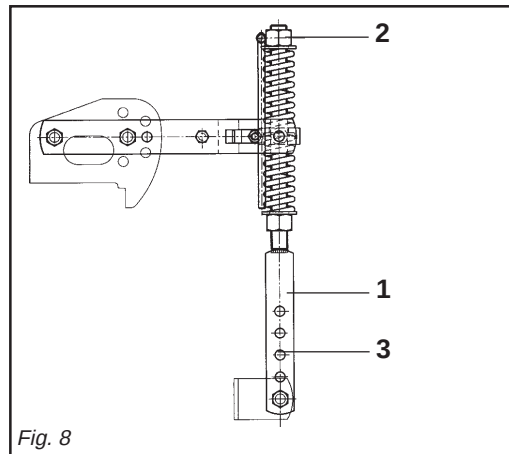

Fig. 8
- 6 - Il martinetto a molla (1 Fig. 8) oltre a sostenere la lamiera livellatrice ed ammortizzarla nel trasporto su strada, serve a evitare il ribaltamento della zappatrice durante il parcheggio. La regolazione del precario sulla molla si effettua avvitando e svitando il dado superiore (2 Fig. 8), agendo con l'apposita leva. A seconda della posizione, determi-
- 6 - *Besides supporting the levelling plate and acting as a shock absorber for it during road transport, the spring ram (1 Fig. 8) prevents the steerage hoe from overturning when parking. To adjust the spring pre-loading, screw or unscrew the upper nut (2 Fig. 8) using the spring adjuster. The effect of the levelling plate on the soil can be increased or decreased*
- 6 - Die Federwinde (1 Abb. 8) trägt nicht nur das Planierschild und dient beim Straßen-transport zur Dämpfung von Stößen, sondern sie soll auch verhindern, daß die Hackfräse während des Parkens umkippt. Um die Feder zu verstellen, verschrauben oder aufschrauben Sie die obere Mutter mit dem Spindel.
- 6 - *Le vérin à ressort (1 Fig. 8) sert de soutien à la tôle de nivellement et de suspension pendant le transport sur route, pour éviter le basculement du cultivateur lors du stationnement. Pour régler la pression du ressort, vissez ou dévissez l'écrou supérieur avec la manivelle. L'effet de la tôle de nivellement sur le terrain peut être augmenté ou diminué*
- 6 - El gato de resorte (1 Fig. 8), además de sostener la chapa de nivelación y protegerla durante el transporte en carretera, sirve para evitar el vuelco de la binadora durante el estacionamiento. Por regular la presión sobre el resorte, atornillar o destornillar la tuerca superior con el gato. De acuerdo a la posición, determina-
nata del bullone (2 Fig. 8) sui vari fori posti nel martinetto (3 Fig. 8) si riesce ad aumentare o diminuire l'effetto della lamiera livellante sul terreno.
depending on the position, established by of the nut (2 Fig. 8) in the various holes in the ram (3 Fig. 8).
Je nach der Position, die durch der Mutter (2 Abb. 8) in den verschiedenen Löchern des Windenrohres (3 Abb. 8) festgelegt wird, kann die Wirkung des Planierschilds auf den Boden erhöht oder verringert werden.
en changeant la position du boulon (2 Fig. 8) dans les différents trous du vérin (3 Fig. 8).
da de la turca (2 Fig. 8) en los diversos orificios del gato (3 Fig. 8) se logra aumentar o disminuir el efecto de la chapa de nivelación sobre el terreno.